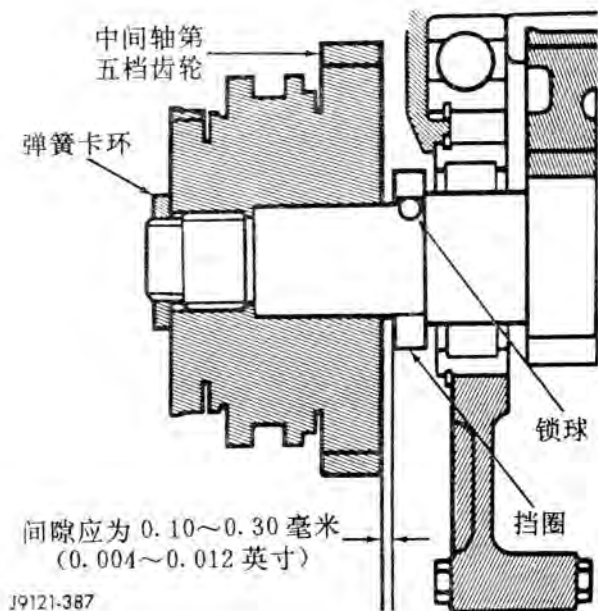

图 27 测量中间轴五档齿轮轴向间隙
(1) 在 AX5 上, 使用塞尺测量中间轴五档齿轮轴向间隙 (图 27)。间隙应为 0.10~0.30 毫米(0.004~0.012 英寸)。